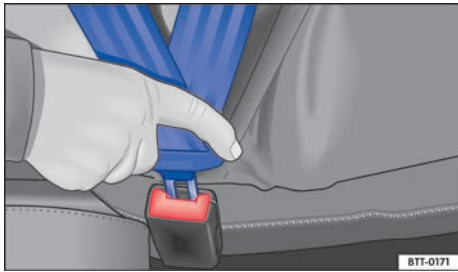

Fig. 51 Introducir la lengüeta del cinturón de seguridad en el cierre del cinturón.
- Introducir la lengüeta del cinturón de seguridad firmemente en el cierre del cinturón correspondiente al asiento \Rightarrow **fig. 51**.